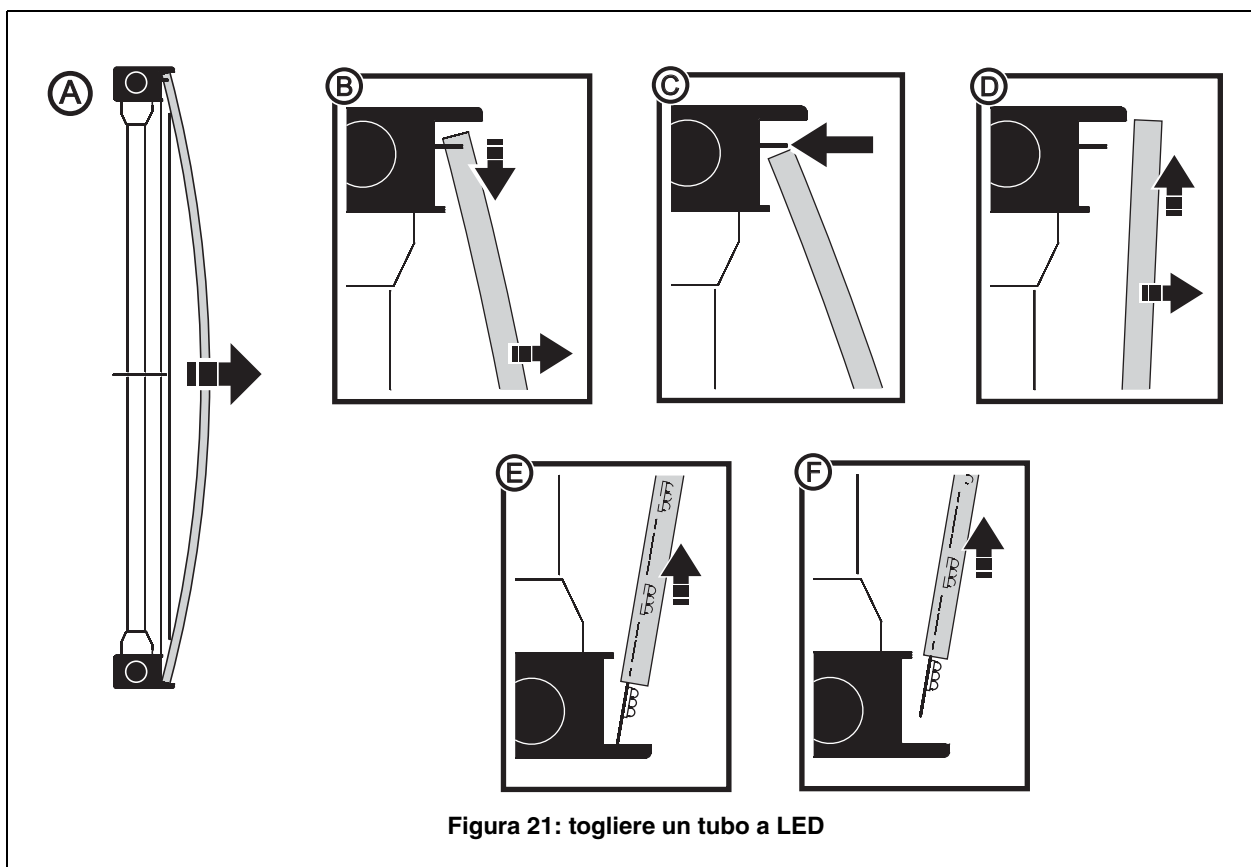

Figura 21: togliere un tubo a LED
3. Vedere Figura 21. Quando il tubo viene rilasciato da tutte le staffe, piegarlo verso l'esterno al centro (A e B) fino a quando la parte superiore del tubo è libera dalla staffa di ritegno (C).
4. Tirare in avanti la parte superiore del tubo (D) in modo da riuscire a estrarre il tubo dalla staffa di sostegno. Non tirare il tubo più avanti del necessario.
5. Sollevare il tubo verso l'alto (E), tenendo il PCB in corrispondenza della parte bassa del tubo in modo da staccarlo dalla base quando il tubo è sollevato (F). Fare attenzione a non danneggiare i terminali del connettore sui PCB.
2. Piegarlo il centro di ogni tubo verso l'esterno come illustrato in (A) in Figura 21 fino a quando la parte superiore del tubo passa sotto la staffa di ritegno (C). Far scorrere l'estremità superiore del tubo sotto alla staffa di ritegno.